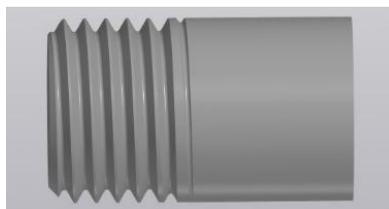

Рисунок 4. Наружная метрическая резьба
3. После завершения изменений необходимо подтвердить создание резьбы и получить на поверхности ее реалистичное изображение (рисунок 4).